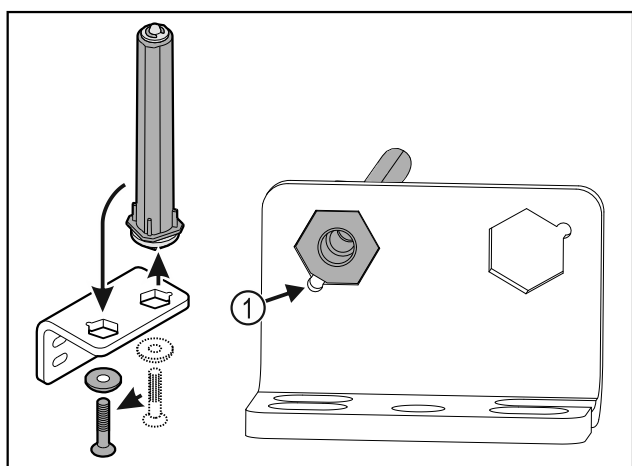

Fig. 38
- Uzmaniet, lai ievietošanas laikā tapas nošļaupums Fig. 38 (1) būtu vērsts pret apaļo caurumu.